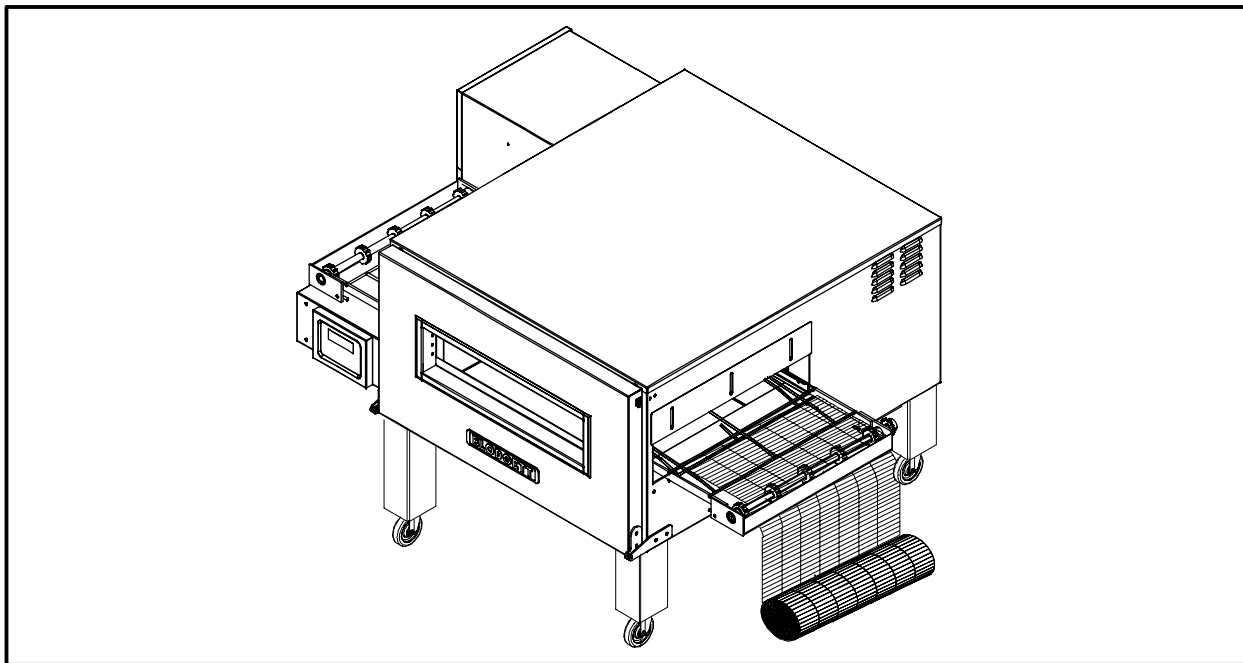

Figura 9
1. Infilare il nastro trasportatore dal lato destro del forno. Il nastro è piegato a gancio sulle due estremità. Tali ganci devono muoversi a ritroso sulla griglia di supporto del convogliatore in modo da non danneggiare il nastro. Per orientare correttamente il nastro vedi Figura 9.